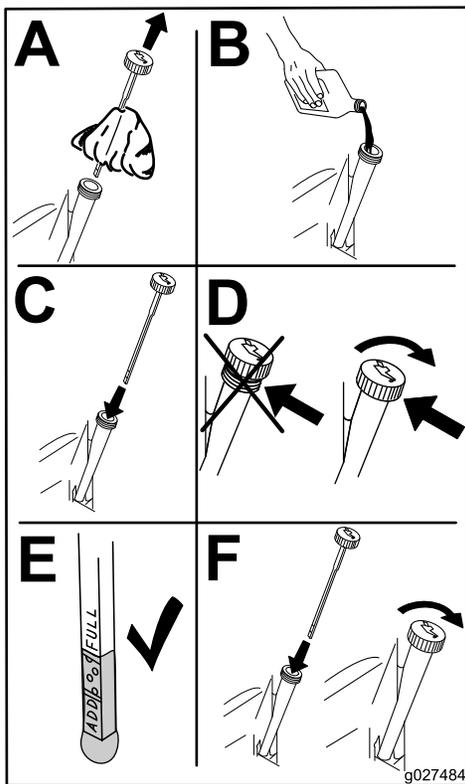

Figure 35
- Versez lentement environ 80 % de la quantité d'huile spécifiée dans l'orifice de remplissage (Figure 35).
- Vérifiez le niveau d'huile; voir Figure 35.